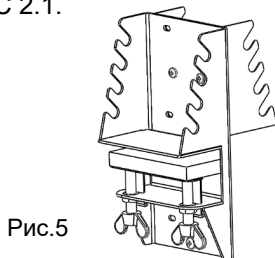

Рис.5
- на горизонтальной поверхности при помощи СТРУБЦИНЫ 1.1 с держателем инструмента, рис.5;